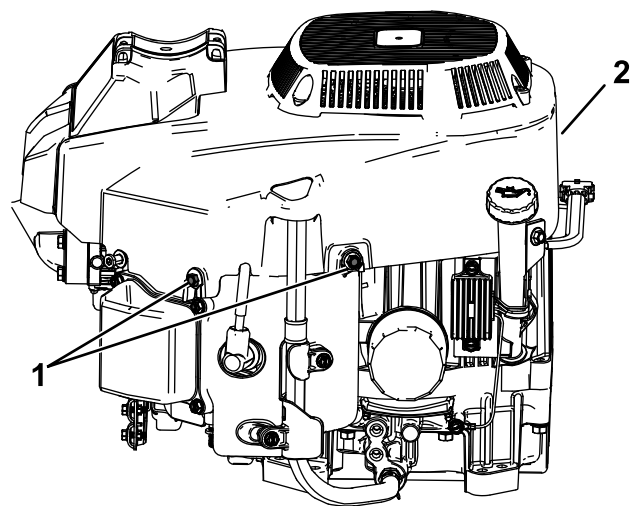

Рисунок 53
4. Ослабьте болты и снимите корпус вентилятора (Рисунок 53).